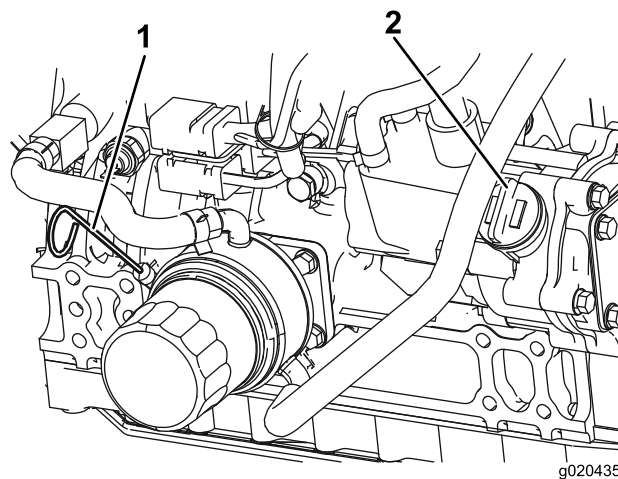

Figure 10
3. Sortez la jauge, essuyez-la sur un chiffon propre, remplacez-la dans le goulot de remplissage, puis ressortez-la. Le niveau d'huile doit atteindre le repère du plein (Figure 10).
4. Si le niveau n'atteint pas le repère du plein, enlevez le bouchon de remplissage (Figure 10) et faites l'appoint jusqu'à ce que le niveau correct soit atteint. **Ne remplissez pas excessivement.**